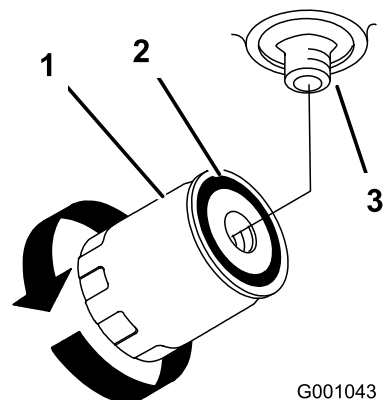

Рисунок 41
4. Найдите гидравлический фильтр под основанием двигателя и установите сливной поддон под фильтром (Рисунок 41).
5. Снимите старый фильтр и начисто протрите поверхность прокладки переходника фильтра (Рисунок 41).
9. Когда гидравлический фильтр будет заполнен, поверните его по часовой стрелке до контакта резиновой прокладки с переходником фильтра, после этого затяните фильтр, повернув его еще на пол-оборота (Рисунок 41).